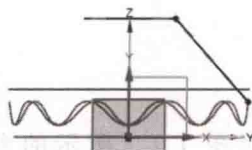

图 1.2.6 草图 2
Step7. 创建图 1.2.6 所示的草图 2。选择下拉菜单 **插入(S)** → **在任务环境中绘制草图(V)**命令，选取 YZ 基准平面为草图平面，进入草图环境绘制草图；绘制完成后单击 **完成草图**按钮，完成草图 2 的创建。